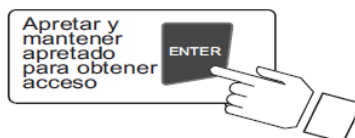

Figura 2.12: Acceso al menú de calibración.
1. Pulsar la tecla ENTER por 2 segundos para ingresar al menú de calibración como se muestra en la figura 2.12.